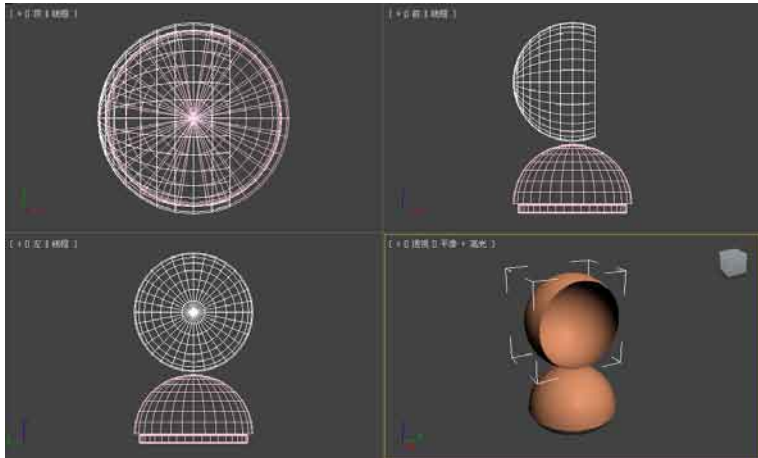

图3.20 删除多边形
- 11 按Delete键将选中的多边形删除，如图3.20所示。在修改器堆栈中单击关闭“多边形”子对象。